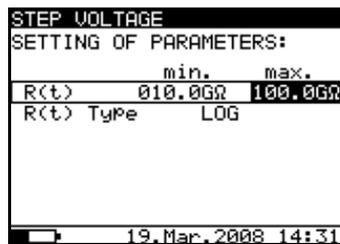

Abb. 26. Einstellmenü für das R(t)-Diagramm
- Drücken Sie die Taste **SELECT**, um die Parameter für **Graph R(t)** einzustellen, siehe **Abb. 26**. Drücken Sie die Taste **ESC**, um zum Grund-Einstellmenü in der Funktion **Step Voltage** (Stufenspannung) zurückzukehren.